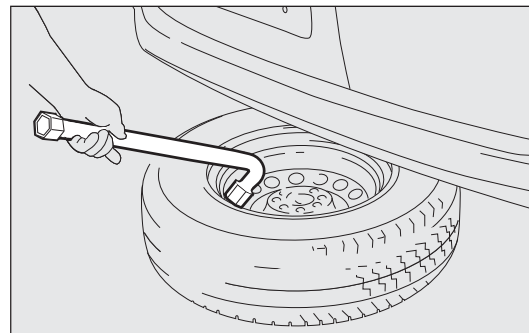

рис. 132
- с помощью ключа для снятия колес В вытащите колесо из посадочного положения в автомобиле, рис. 132;